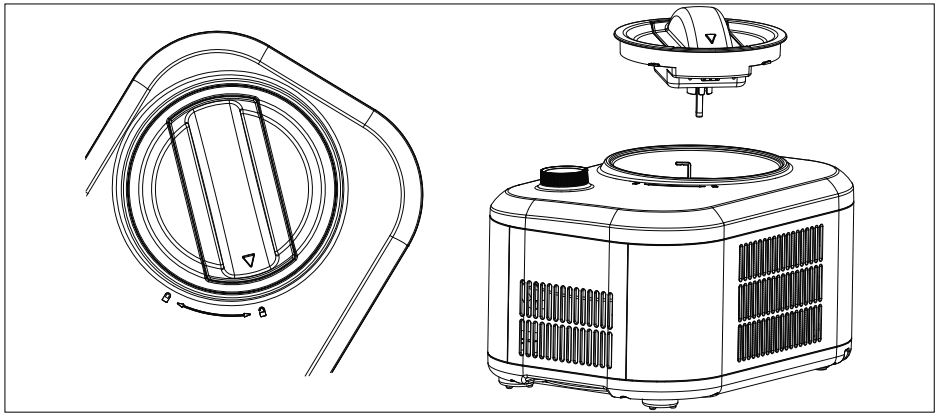

Abb. 9
- ▶ Drehen Sie den Deckel ab, indem Sie ihn in Richtung  drehen. (siehe Abb. 9)